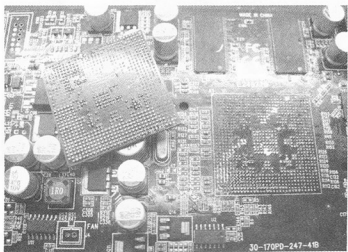

图 4-33 取下 GPU
(1) 使用 BGA 拆焊机小心地取下 GPU，注意别碰乱周边的零件，如图 4-33 所示。